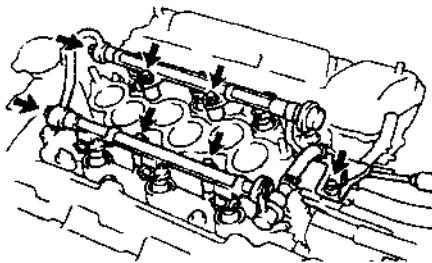
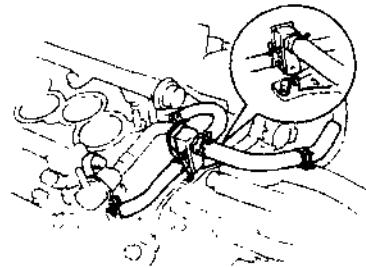

图 1.41 燃油管和输油管的固定
图 1.42 辅助空气管道的安装位置
- 拧紧 2 个接头螺栓，将 2 号燃油管固定到输油管上。如图 1.41 所示。扭矩为  $32\text{N}\cdot\text{m}$ 。
- ② 安装辅助空气软管和管道。
- 将辅助空气管道安装在 1 号燃油管上的支架上，如图 1.42 所示。